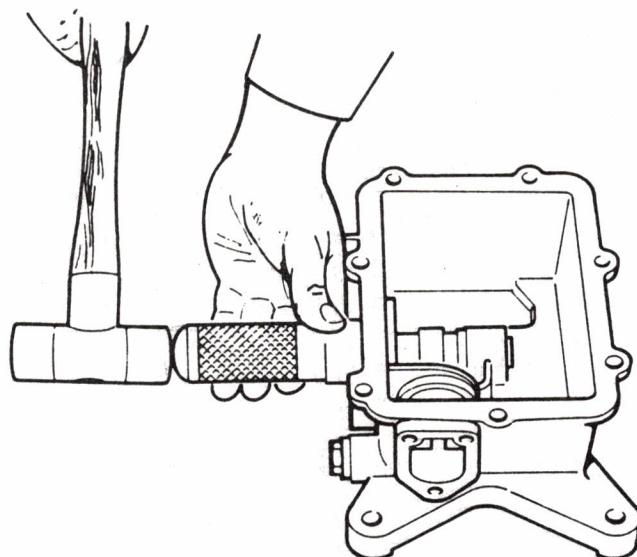

Bild 31 Exzenterwelle montieren
- Exzenterwelle und Kugellager mit Montagewerkzeug (1/13) in das Kurbelgehäuse-Unterteil montieren (Bild 31).